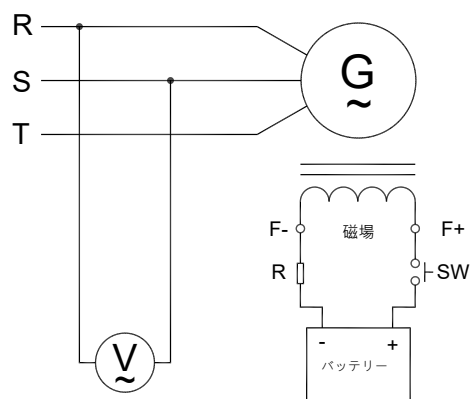

図 6 手動励磁回路図
5.2.1 発電機を停止させ、AVRと発電機の配線を切り離します。残留電圧の再構築を行い、励磁時間は約3秒です (接続は図 6 参照)。